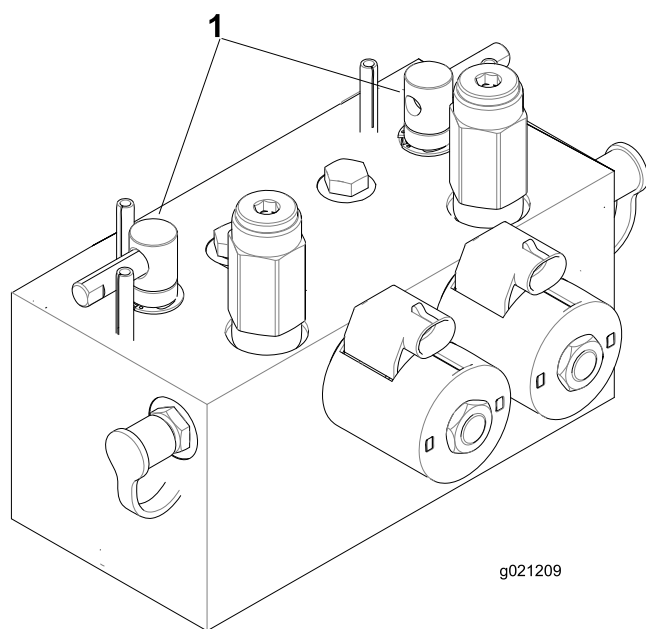

Figura 79
2. Desbloqueie e levante o banco para expor as alavancas de retificação (Figura 79).
5. Selecione as alavancas de retificação dianteiras, traseiras ou ambas para determinar quais as unidades a retificar (Figura 79).